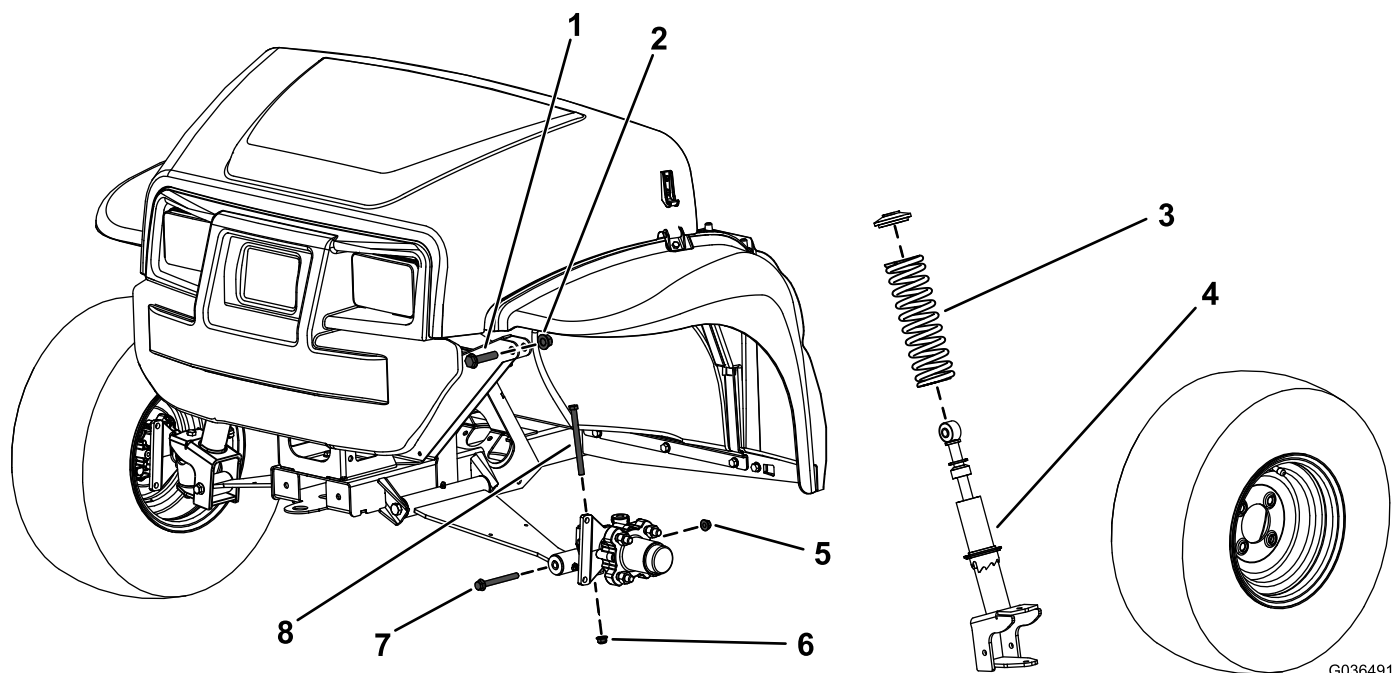

Figura 1
2. Rimuovete il bullone a testa esagonale ($3/8'' \times 4\frac{3}{4}''$) e il dado flangiato ($3/8''$) dal fusello (Figura 1).
3. Rimuovete il bullone a testa esagonale ($3/8'' \times 3\frac{1}{2}''$) e il dado flangiato ($3/8''$) dal braccio di comando (Figura 1).
4. Rimuovete il bullone a testa esagonale ($1/2'' \times 2\frac{1}{4}''$) e il dado di bloccaggio ($1/2''$) che fissa il gruppo del montante al telaio superiore (Figura 1).
5. Rimuovete il gruppo del montante (Figura 1).
3. Rimuovete la molla dal gruppo del montante (Figura 1).
4. Montate la nuova molla sopra il gruppo del montante esistente (Figura 1).
2. Fissate la porzione superiore del gruppo del montante sul telaio con il bullone a testa esagonale superiore ($1/2'' \times 2\frac{1}{4}''$) e il dado di bloccaggio ($1/2''$) come illustrato nella Figura 1.
4. Montate il bullone a testa esagonale ($3/8'' \times 4\frac{3}{4}''$) e il dado flangiato ($3/8''$) sul fusello (Figura 1).
6. Fissate la porzione inferiore del gruppo del montante sul braccio di comando con il bullone a testa esagonale ($3/8'' \times 3\frac{1}{2}''$) e il dado flangiato ($3/8''$) come illustrato nella Figura 1.